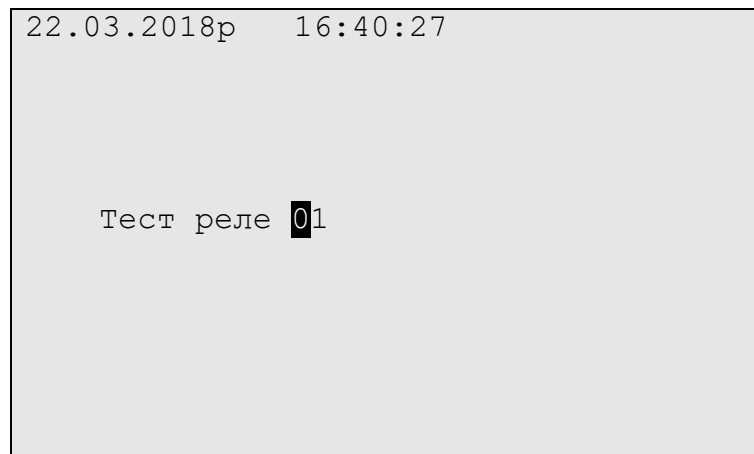

Рис. 3.20. Видяг табло ПРИСТРОЮ в режимі тестування реле
3. У головному меню ПРИСТРОЮ за допомогою його клавіатури вибрати пункт меню **Тести**, натиснути кнопку **Ввід** – у підменю вибрати команду **Тест Реле**. Табло ПРИСТРОЮ після вибору даної команди буде мати вигляд, рис. 3.20.